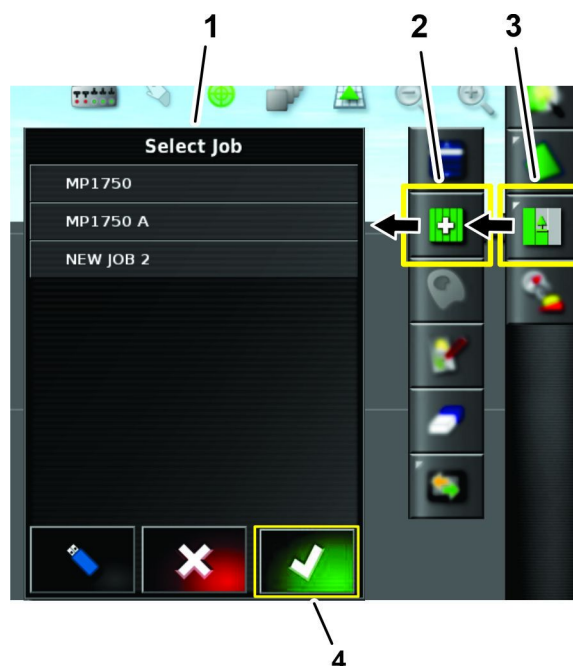

Figura 69
7. Premete l'icona del Menu dell'attività (Figura 69).
8. Selezionate l'attività preesistente (Figura 69).